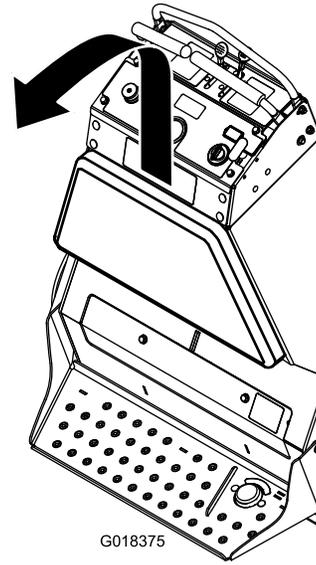

Figure 5
3. Desserrez les 4 boulons situés à l'intérieur du cadre qui fixent le patin arrière à la machine. Soulevez le patin et déposez-le (Figure 5).